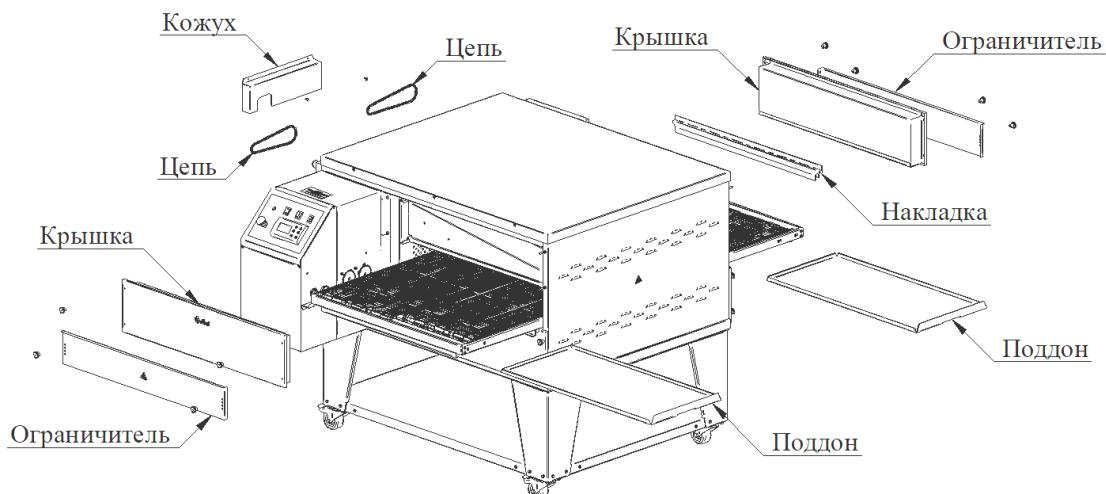

Рис. 11
1. Вынуть конвейер из корпуса изделия: для этого необходимо снять кожух привода, открутив два винта M5. Снять поддоны с конвейера, верхние крышки, ограничители с корпуса, открутив гайки M6. Снять накладку (см. Рис. 11).